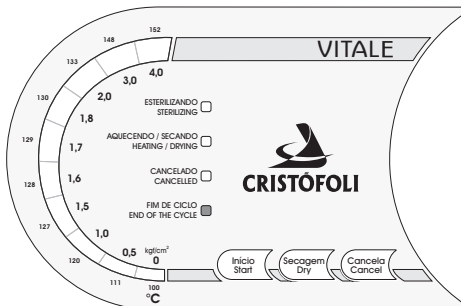
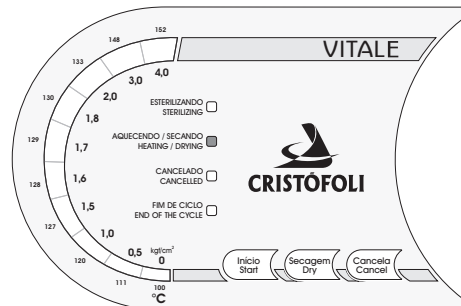
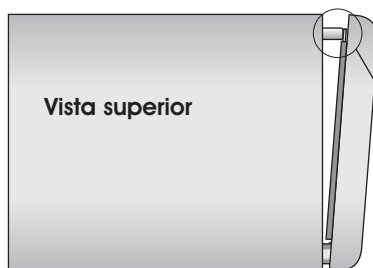

Fig. 19
Fig. 20
Fig. 22
► Conecte o cabo de energia à tomada, o logo Cristófoli acenderá e a autoclave emitirá 2 bips (Fig. 19). Aperte a tecla **INICIO**, nesse momento, a autoclave emitirá 1 bip, o LED **Aquecendo/Secando** estará aceso (Fig. 20), a autoclave iniciará então o aquecimento que poderá variar entre 10 e 60 minutos dependendo das condições de temperatura e altitude do local de trabalho, rede elétrica e quantidade de material carregado. Durante o funcionamento a barra de LEDs indicativos indicará a elevação/diminuição gradativa de pressão e temperatura. Caso este não seja o primeiro ciclo do dia e a temperatura da autoclave estiver acima de 70 °C, ao apertar a tecla **INICIO**, a autoclave soará 2 bips e permanecerá em modo de espera com o logo Cristófoli aceso, o LED **Aquecendo/Secando** permanecerá apagado. Aguarde mais alguns minutos e tente novamente;
f► Ao término da esterilização a válvula solenóide se abrirá, poderá ser ouvido seu estalo de abertura e a autoclave soará 1 bip, nesse momento a autoclave despressurizará, ao término da despressurização, a barra de LEDs indicativos indicará pressão "0". A seguir a autoclave emitirá 10 bips e passará para o ciclo de secagem, o LED indicativo **Aquecendo/Secando** piscará (Fig. 20, pág. 14). **Neste momento é necessário que o operador entreabra a porta para a secagem** (Fig. 22).
- 4► Caso o material não esteja completamente seco, pode-se optar pela função de secagem extra: mantenha a porta entreaberta, acione a tecla **SECAGEM**. O LED **Aquecendo/Secando** piscará (Fig. 20, pág. 14), o que indica o início do ciclo de 20 minutos. Este ciclo poderá ser interrompido, acionando-se a tecla **CANCELA**, caso o operador constate que o material já esteja seco. No final do ciclo, caso os pacotes estejam úmidos. Tome cuidado para não tocar nos mesmos, isso poderá danificá-los fisicamente ou comprometer a esterilização, utilize o ciclo de secagem extra mencionado. Na reincidência, procure investigar o motivo. É possível que haja excesso de pacotes, ou muitos instrumentos em cada pacote, ou ainda sobrepostos ou mal posicionados (o lado de papel deve estar sempre voltado para cima). Outra possibilidade é abertura inadequada da porta ou a demora para entreabri-la após soarem os bips;